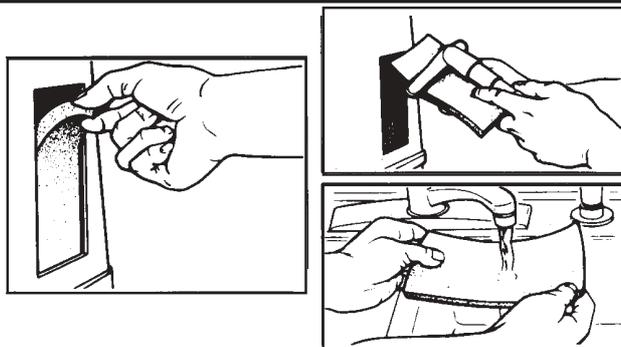

FIGURE 2 - NETTOYAGE DES FILTRES DU BOITIER
1. Déposer chaque filtre et les **NETTOYER AU MOINS UNE FOIS PAR SEMAINE** en fonction de l'environnement. Cf. FIGURE 2.
2. Nettoyer les filtres du boîtier avec un aspirateur ou nettoyer dans l'eau chaude savonneuse et rincer à fond. Cf. FIGURE 2.